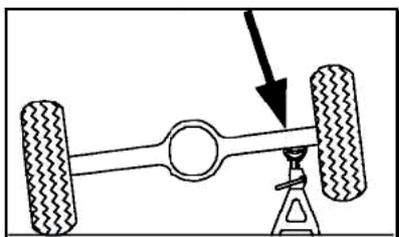

Рис. 1
1. Данное устройство предназначено только для подъема грузов. Груз должен поддерживаться другими подходящими устройствами (см. рис. 1).